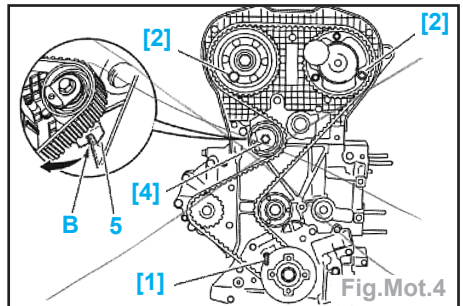

Fig.Mot.4
- Ramener le support galet (17) en position, sur la nervure (B) du carter-cylindres (Fig.Mot.4).
- (C) Position **maxi**.
- (D) Position de tension nominale.